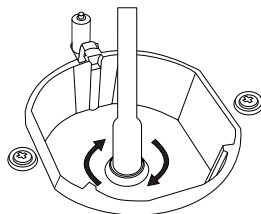

Figura 6
4. Retire el inyector girando como se muestra en la Figura 6 con un destornillador y sustitúyalo por uno nuevo.